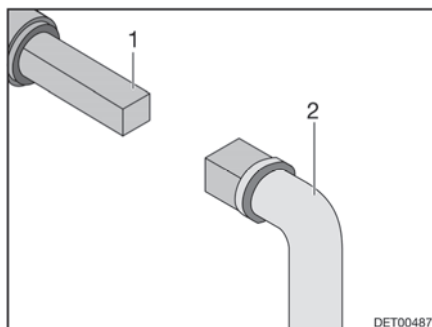

Fig. 78 Utilizzo del rubinetto di scolo delle acque grigie
- Inserire la chiave (Fig. 78,2) sul perno quadro (Fig. 78,1).